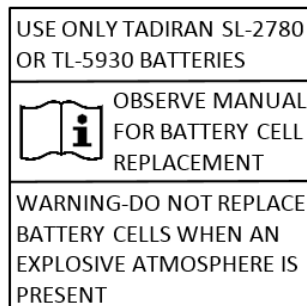

Figura 5-1: Etiqueta de advertencia del paquete de pilas
- hayan sido diseñados para la sustitución de las pilas individuales. Contendrán la etiqueta mostrada en la Figura 5-1. Los paquetes de pilas que no tengan esta etiqueta no se pueden abrir.